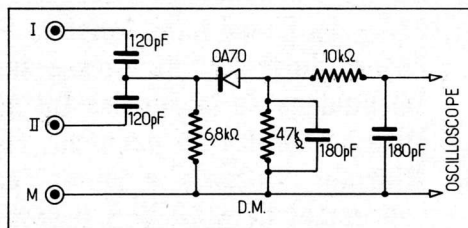

Fig. 2
c) Un dispositif à fabriquer soi-même pour mettre en évidence les phénomènes de battements, le schéma est donné figure 2. On distingue une entrée à deux voies, sur l'une d'elles on connecte l'étalon, sur l'autre l'oscillateur dont la fréquence est à déterminer. Le courant de chaque source passe par la résistance de 5 600 Ω , la tension aux bornes est démodulée par la diode. Un filtre RC élimine la composante résiduelle de haute fréquence ; le battement apparaît aux bornes de la résistance de 47 k Ω ; il est rendu visible sur l'écran de l'oscilloscope. Le montage est fait sur une petite plaquette à cosses portant les douilles nécessaires aux liaisons. La sensibilité maximale de l'oscilloscope utilisé est 100 mV par centimètre. Dans le cas où un oscilloscope ne serait pas assez sensible pour faire apparaître des battements d'une amplitude de 4 ou 5 mm, on aura intérêt à monter en sortie un étage amplificateur très simple avec un transistor. Il peut être alimenté avec une pile. Nous conseillons de construire ce détecteur-modulateur d'une manière assez définitive car il constitue un accessoire dont on a souvent besoin dans un laboratoire.